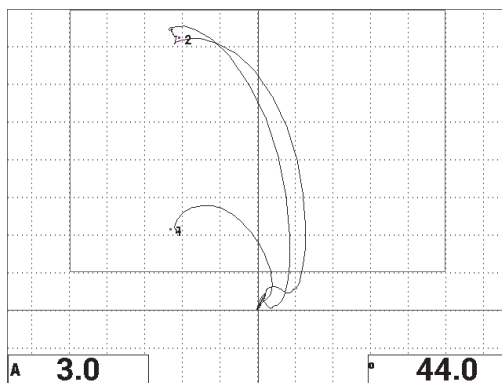

Figura 6-43 La seconda scansione sul punto con perdita di adesione
13. Premere il tasto FULL NEXT () per visualizzare lo schermo intero ed in seguito scansionare lentamente sui punti con perditte di adesione. Assicurarsi che i punti corrispondano ancora con il segnale (vedere Figura 6-43 a pagina 168).